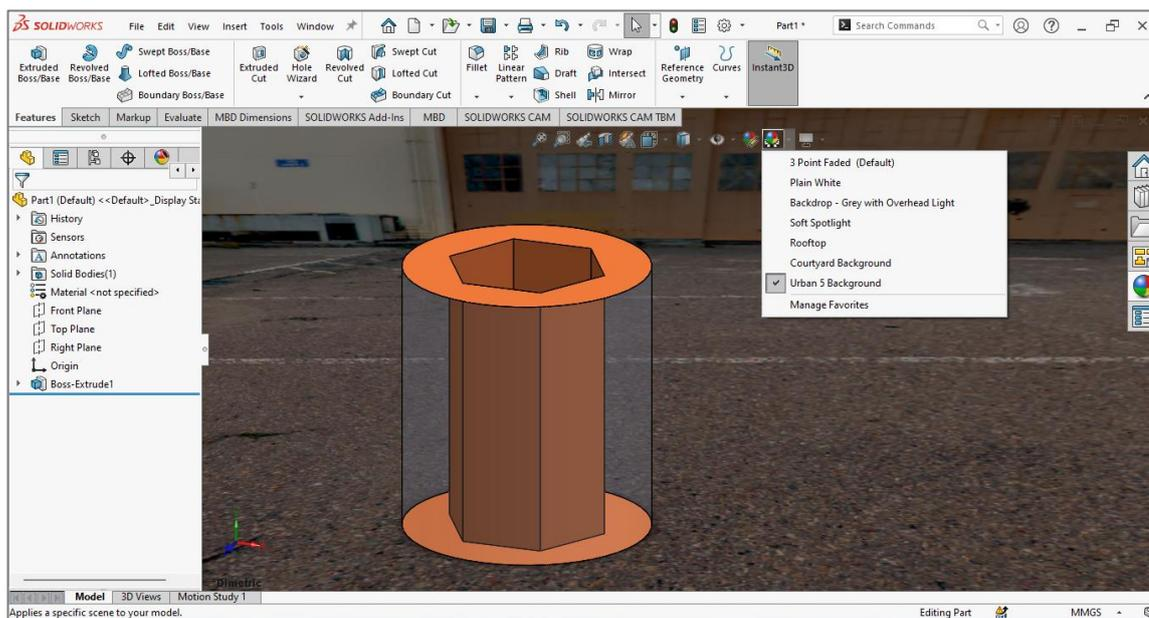

Рисунок 1.18 – Інструмент «Застосувати сцену»
**Застосувати сцену (Apply Scene).** Використовуючи цей інструмент, ви можете додавати різні сцени до своєї моделі. Коли ви використовуєте інструмент перегляду сцен, він автоматично змінює сцени графічної області відповідно до нього. Ця функція містить багато сцен, і ви можете додати їх на свій розсуд. Це тільки покращує вигляд вашої моделі, змінюючи різні фони (рис. 1.18).